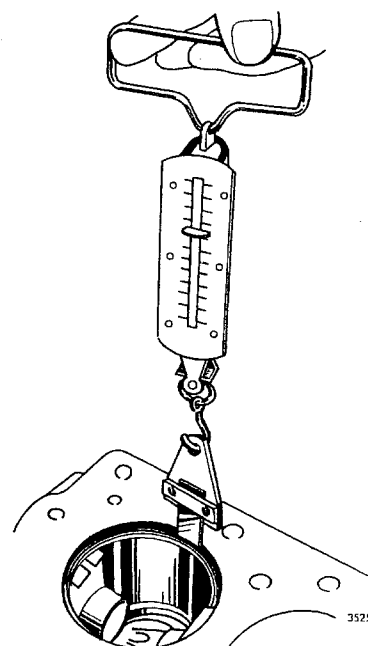

Fig 01-38. Kontroll av kolvspel
2. Kontrollera kolvarnas passning i cylinderloppen. Kolv tapparna skall vara borttagna. Spelet mäts med ett bladmått, 1/2" brett och 0,02–0,04 mm tjockt, vilket är fastsatt i en fjädervåg, se fig 01-38. Dragkraften, då bladmättet glider upp längs kolven, skall vara 10 N (1 kp), och olika bladmått provas tills detta värde erhålls. Tjockleken på det bladmått som används när den erforderliga dragkraften är 10 N (1 kp) ger medelvärdet av kolv spelet. Mätningen görs på flera djup.